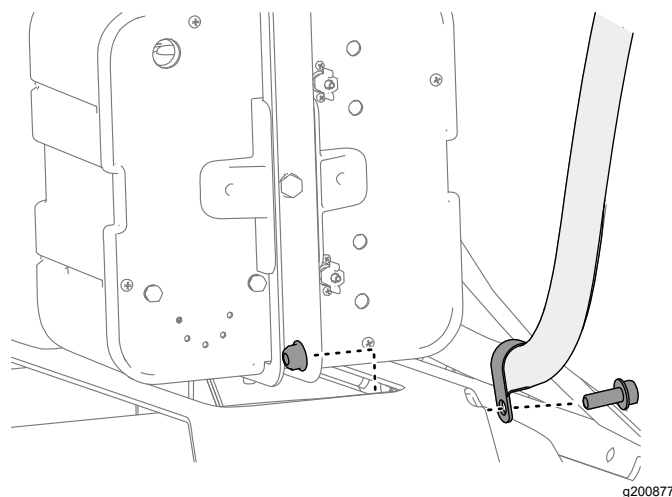

Figura 7
7. Si la máquina tiene instalada un kit de enjuague, sujete la manguera del kit de enjuague con la abrazadera en R, según se muestra en Figura 7.